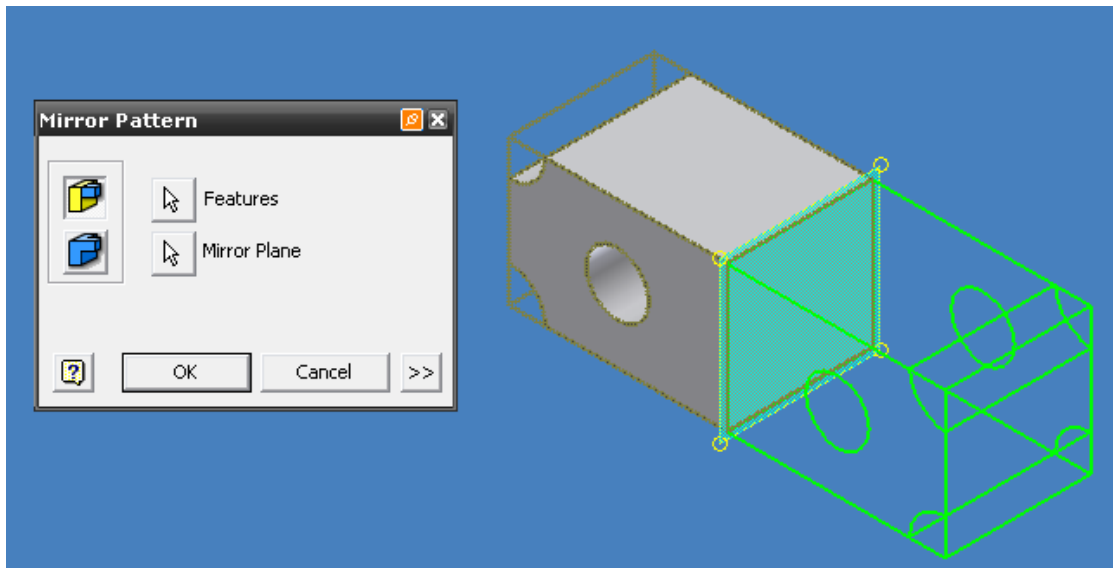

Figura 3.86 Vista previa de la operación MIRROR.
- Seleccione el comando MIRROR y después el sólido. Necesita seleccionar todas las características de su sólido, para que la operación sea llevada con éxito, figura 3.86.